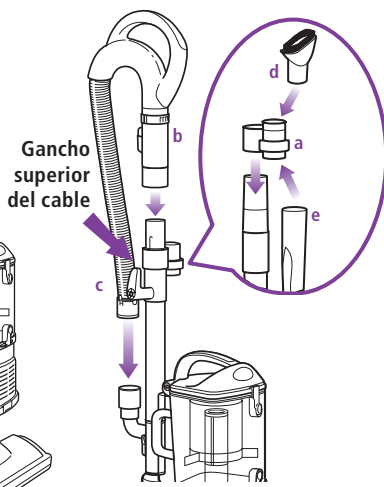

Fig. 11
- 4 Deslice el soporte de los accesorios (a) del lado opuesto al gancho superior del cable, sobre el tubo de extensión. Alinee el pestillo con la ranura y empuje hacia abajo. (Fig. 11)
- 5 Empuje el mango (b) sobre la parte de arriba del tubo de extensión hasta que se traben en su lugar. (Fig. 11)
- 6 Inserte el extremo de la manguera extensible (c) en el conector de la parte de atrás de la aspiradora compacta. (Fig. 11)
- 7 Guarde el cepillo limpiador (d) y el accesorio esquinero (e) en el soporte para accesorios. (Fig. 11)